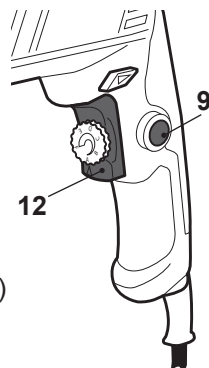

Fig.8
- > Ligue o produto pressionando o interruptor ligado/desligado (12) (Fig. 8).
- > Desligue o produto soltando o interruptor ligado/desligado (12) (Fig. 8).
- > Ligue o produto e mantenha o interruptor ligado/desligado (12) pressionado (Fig. 8).
- > Pressione o botão de bloqueio (9) para bloquear o interruptor ligado/desligado (12) (Fig. 8).
- > Solte o botão de bloqueio (9) e o interruptor ligado/desligado (12). O interruptor ligado/desligado ficará bloqueado para que o produto possa ser utilizado de forma contínua.
- > Pressione e solte o interruptor de ligado/desligado (12) para desligar o produto.